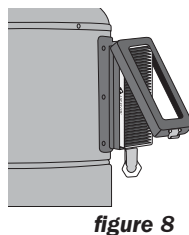

figure 8
1. Défaire l'attache au-dessous du boîtier du filtre carbone et soulever le couvercle (**figure 8**).